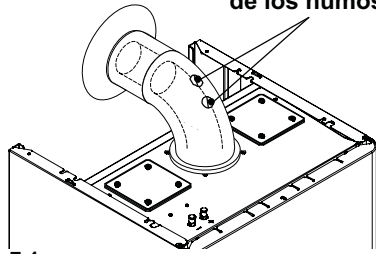

Fig. 7.1
- Conecte un analizador de humos a las tomas de análisis ubicadas en las descargas de humos de la caldera Fig. 7.1.